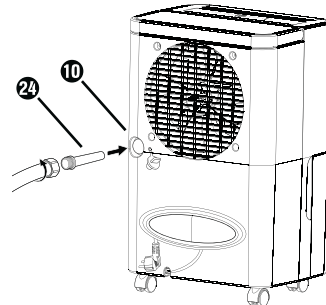

Abb. 5
- ◆ Schrauben Sie, bei Verwendung des EU-Gartenschlauchadapters 24, einen Gartenschlauch auf den EU-Gartenschlauchadapter 24 (siehe Abbildung 5).